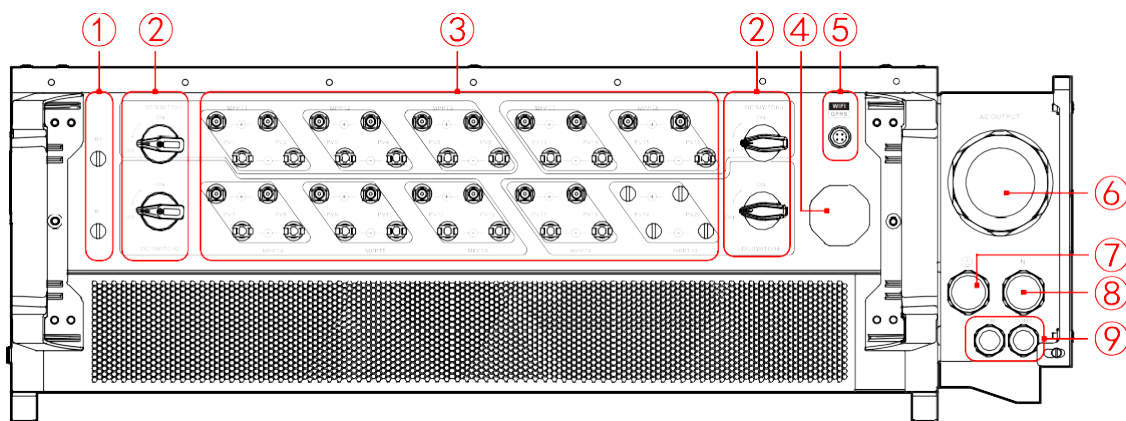

Figura 2-7 Layout da parte inferior
O layout da parte inferior do inversor é mostrado na Figura 2-7.
O interruptor CC (posição conforme mostrada em ② na Figura 2-7) é o interruptor de conexão entre o inversor e o cabo fotovoltaico, quando necessário; pode desconectar com segurança a conexão do inversor e cabo fotovoltaico. Para garantir a segurança do operador, certifique-se de que o interruptor CC esteja desligado nas seguintes condições:
A comunicação via WI-FI/GPRS é usada principalmente para monitoramento remoto, e as informações de funcionamento do inversor podem ser monitoradas pelo APP no telefone celular ou pela nuvem de energia no PC. A interface WIFI/GPRS é mostrada como ④ na Figura 2-7